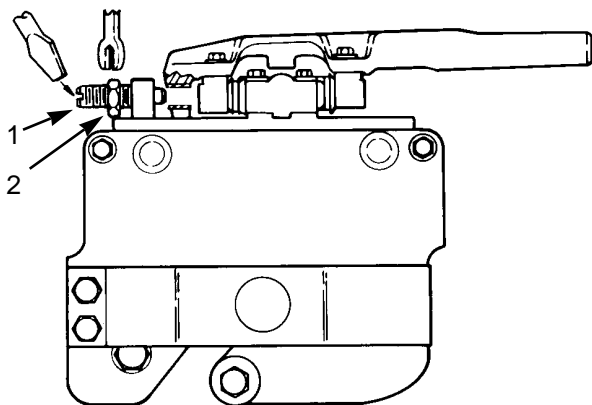

図 14
2. 接触が全くない場合には、両側のアジャスタの固定ナットをゆるめ(図14)、軽い接触音が聞こえる所まで両側を均等に締めて(右回し)やる。
1. エンジンを始動しカッティングユニットをコンパネ等の平面上(最低 50cm × 75cm は必要)に下ろす。エンジンを停止しキーを抜き取る。ロックアウト・ピン(図14)のジャムナットをゆるめてピンをピボ
5. ロック・ピンを抜いてカッティングユニットが自由にフロートできるようにする（図14）。